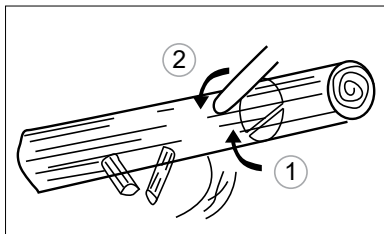

Abb. 21
2. Wenn der Stamm auf der Stütze mit einem Ende liegt, führen Sie zuerst den Schnitt von unten bis 1/3 des Stammdurchschnitts zur Vermeidung von Absplintern aus. Dann beenden Sie den Schnitt von oben so, dass er mit dem ersten Schnitt übereinfällt, vermeiden Sie dabei Festklemmen (Abb. 21).